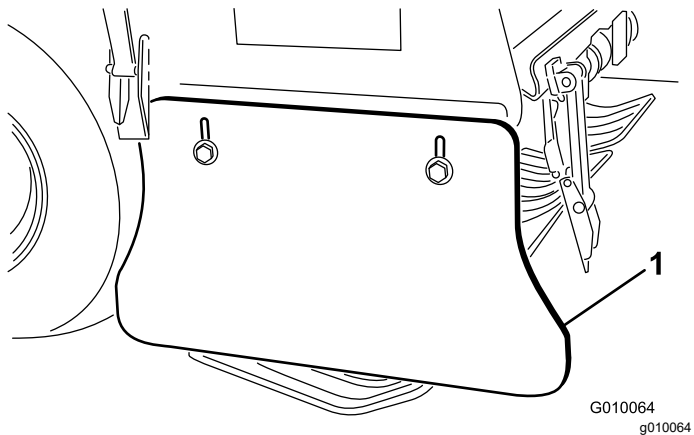

图 183
2. 旋松将侧护罩固定至打孔头机架的平头螺丝和凸缘锁紧螺母图 183。